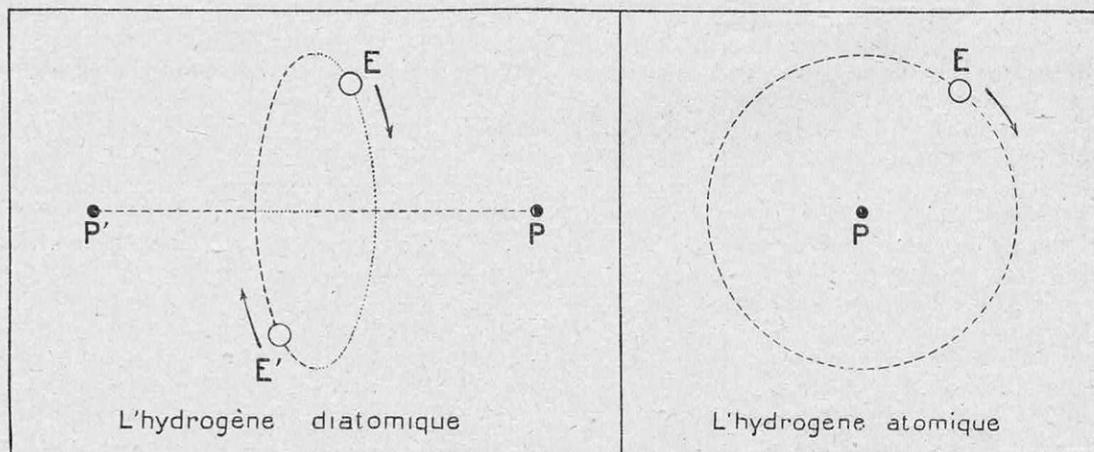

FIG. 1 ET 2. — COMPARAISON ENTRE L'HYDROGÈNE DIATOMIQUE ET L'HYDROGÈNE ATOMIQUE
Maintenant, me direz-vous, pourquoi l'hydrogène vulgaire est-il appelé *diatomique*? C'est parce que chacune des parcelles, chacune des molécules dont ce gaz est constitué, résulte de la réunion de deux particules plus petites, qu'on appelle *atomes* : « diatomique » signifie donc « contenant deux atomes ». Nous savons aujourd'hui que chaque atome d'hydrogène est lui-même formé de deux corpuscules : un *proton*, chargé d'électricité positive, et un *électron*, qui est de l'électricité négative. De telle sorte qu'une molécule d'hydrogène — le constituant de l'hydrogène ordinaire — a la structure représentée par la figure 1 : *P* et *P'* sont les
Les profanes se diront peut-être que c'est là « un passe-temps de mandarin », mais il y eut des savants pour se demander s'il n'y avait pas moyen de scinder en deux les molécules d'hydrogène diatomique (fig. 1) pour obtenir deux molécules d'*hydrogène atomique* (1) (fig. 2). Les lois de la chimie physique, fondée sur les expériences rela-